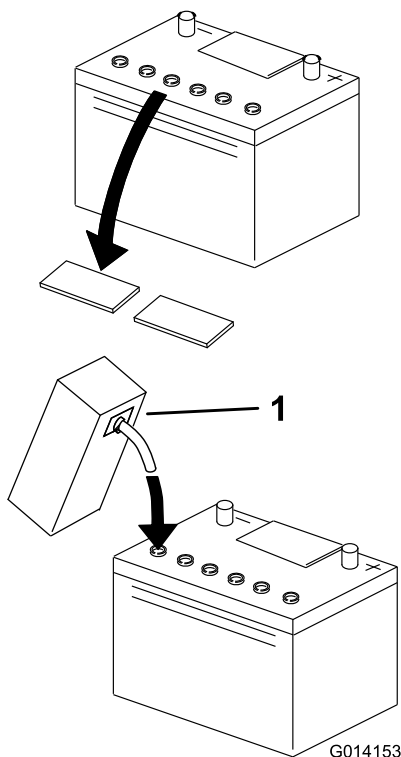

図 4
4. バッテリーの上部をきれいに拭い、キャップを取り外す（図 4）。
5. 各セルの適正レベルまで、バッテリー液を注意深く入れる（図 4）。
9. 必要に応じ、各セルの適正レベルまでバッテリー液を入れる（図 4）。